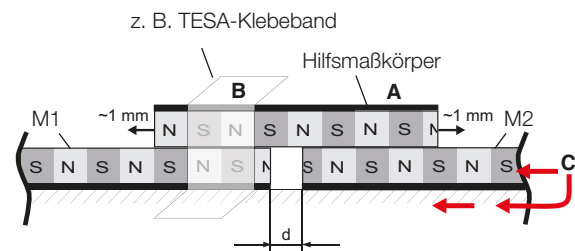

Bild 4-9: Anzufügender Maßkörper M2 unter dem Hilfsmaßkörper, d = 4–10 mm
3. Den Hilfsmaßkörper umgekehrt auf den Maßkörper M1 legen. Der Hilfsmaßkörper wird dank der magnetischen Kräfte vom Gegenpol darunter angezogen und „rastet ein“ (Bild 4-9).
4. Den Anfang des zweiten Maßkörpers M2 unter den Hilfsmaßkörper bis in die Nähe des Maßkörpers M1 schieben und „einrasten“ lassen (Bild 4-9). Genügend Abstand (d) lassen, z. B. 4–10 mm.